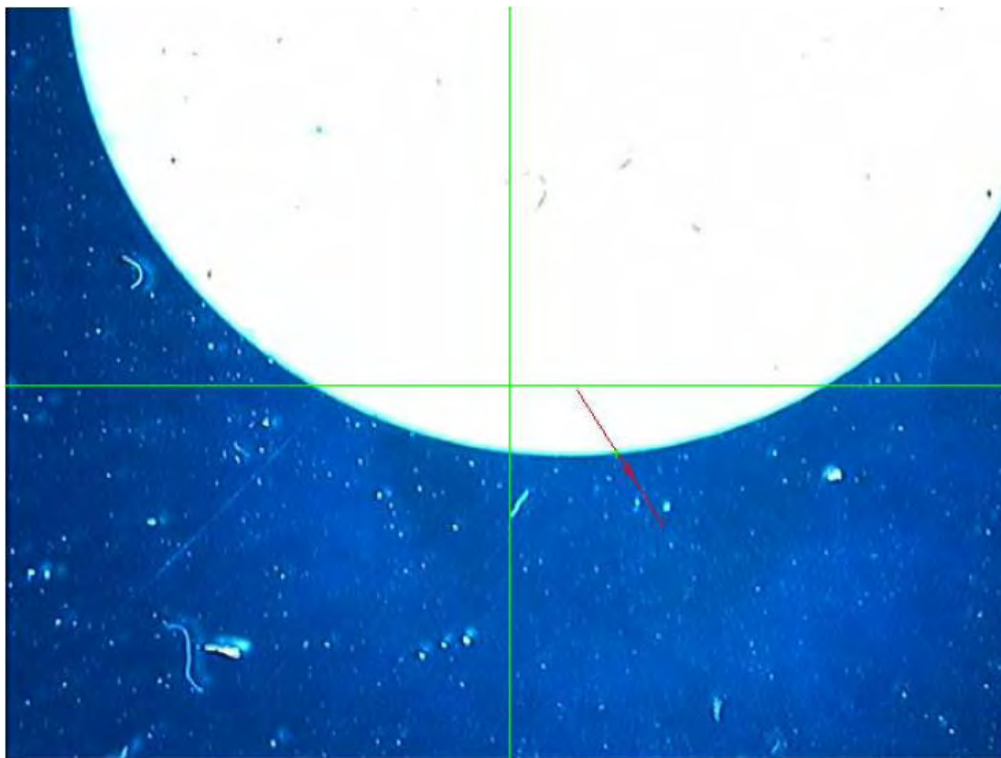

Figure 3-7
- IV. La flèche indique la direction de détection du bord. (Voir la Figure 3-7)